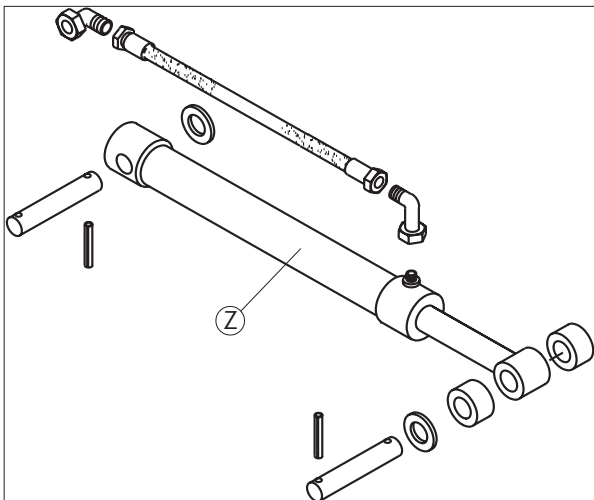

Afbeelding 3-11
Bevestig stuursegment (X) met afstandstuk (Y) en dichtring (Z) met behulp van bout (A) en plaatje (B) (afbeelding 3-11 + hydraulisch 3-11 a).
Afbeelding 3-11 a